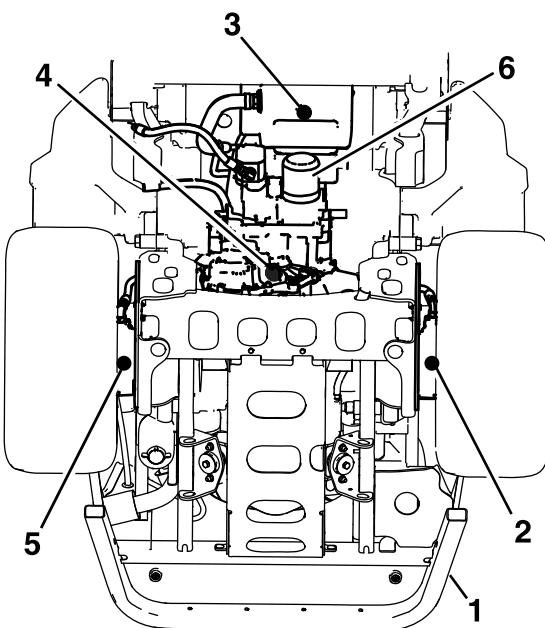

Figura 63
5. Retire os tampões de drenagem de cada área e deixe o fluido hidráulico drenar (Figura 63).
6. Limpe a zona em redor do filtro de fluido hidráulico e retire o filtro (Figura 63).
4. Coloque um tabuleiro de drenagem grande debaixo do reservatório hidráulico, caixa de transmissão e motores esquerdo e direito das rodas (Figura 63).